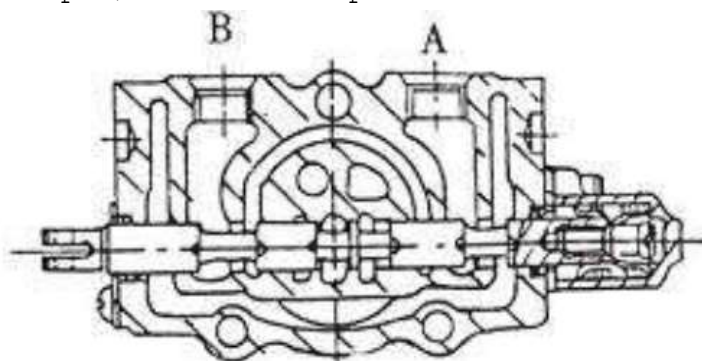

Рис. 3-6-4. Вдавливание скользящего клапана
(2) Вдавливание скользящего клапана (см. Рис. 3-6-4).